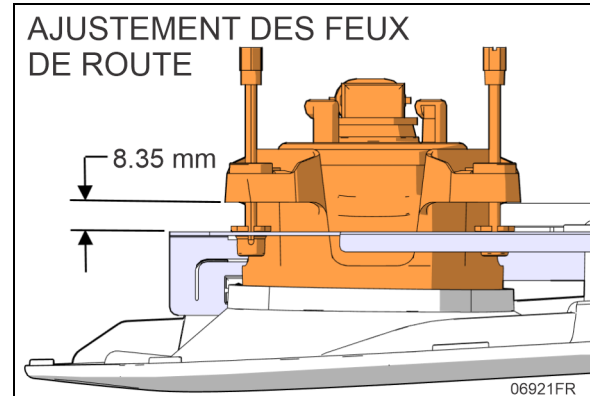
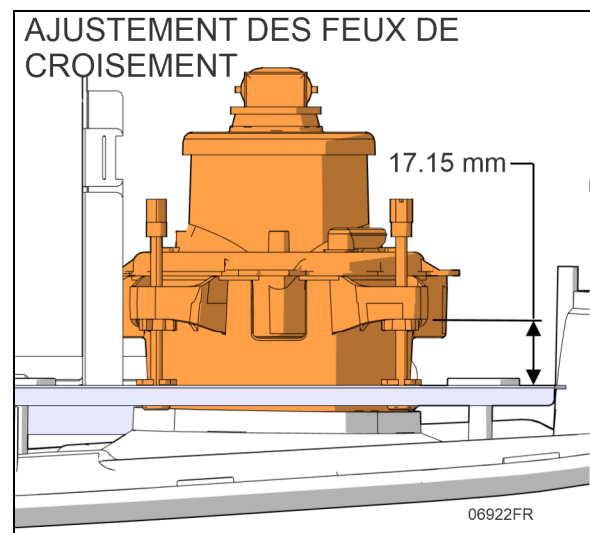

FIGURE 86: RÉGLAGE DE LA HAUTEUR DU PROJECTEUR (FEUX DE ROUTE)
FIGURE 87: RÉGLAGE DE LA HAUTEUR DU PROJECTEUR (FEUX DE CROISEMENT)
9. Ajustez la hauteur du projecteur par rapport au support métallique à chaque tige filetée jusqu'à ce que la hauteur du projecteur atteigne les valeurs indiquées (Figure 86 & Figure 87).